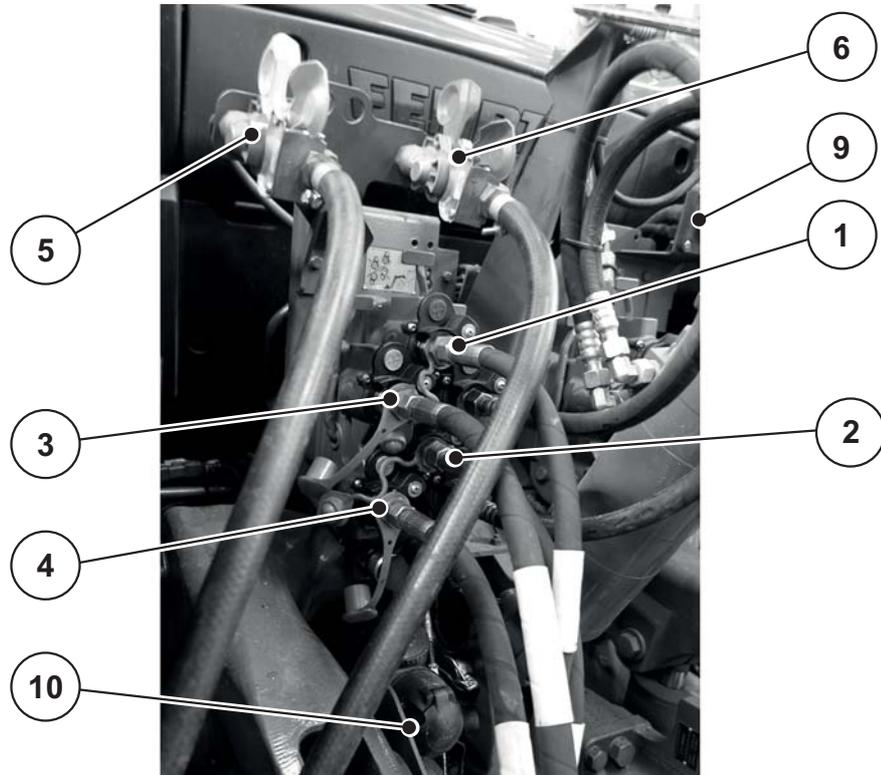

Imagen 6.6: Secuencia de conexión de la abonadora de gran superficie AXENT
- tenga en cuenta el orden de conexión: véase Imagen 6.6;
- Tenga en cuenta el orden de conexión: véase Imagen 6.6.